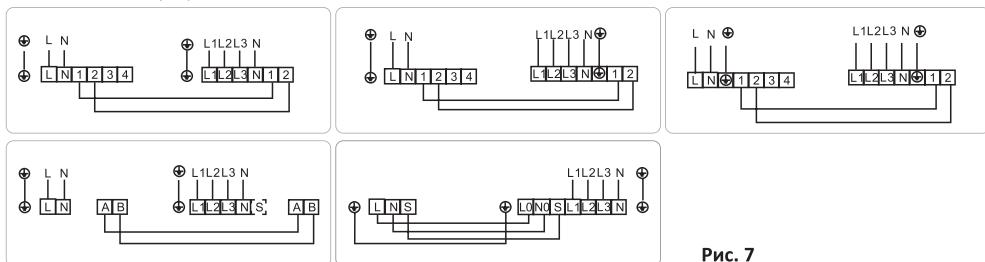

Рис. 7
2. Очистите от изоляции конец провода и установите на оголенную жилу клемму, обжав клещами. Подготовленный кабель подключите согласно схеме (рис. 7).